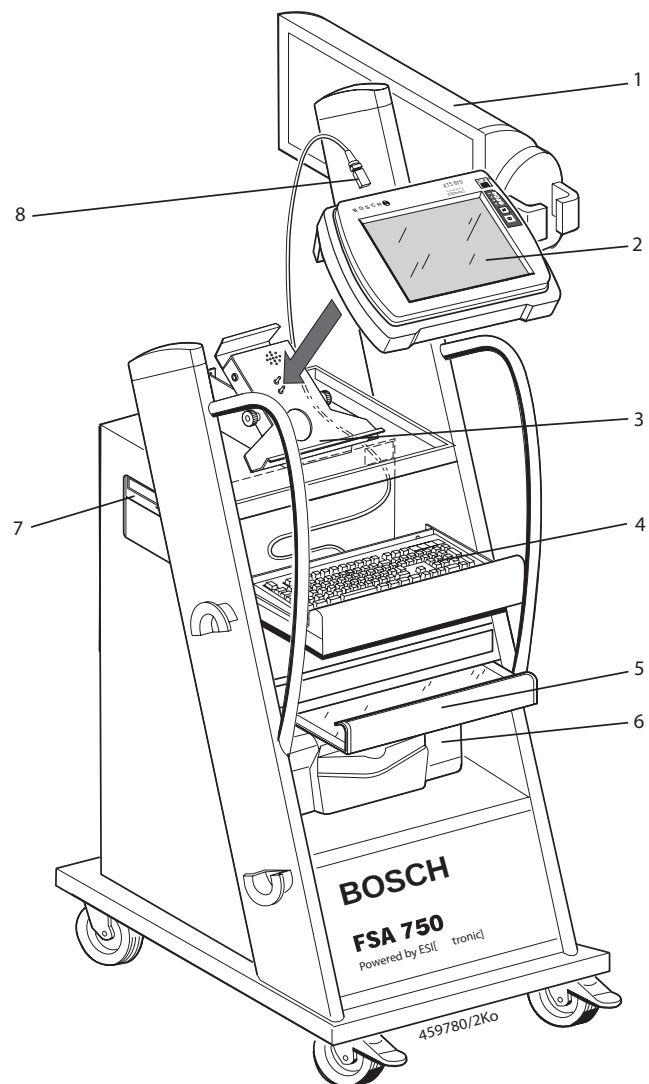

Fig. 1: vista anteriore di FSA 750
3. Collocare KTS 670 sulla stazione di ricarica in posizione rettilinea (fig. 1; pos. 2, 3).
4. Inserire il cavo di collegamento USB in KTS 670 (fig. 1; pos. 7).
5. Sistemare la stampante sul carrello (fig. 1; pos. 5).